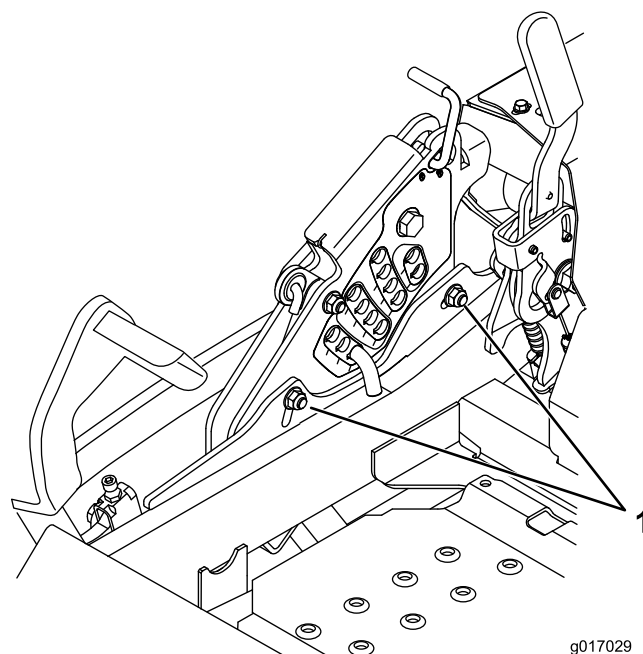

Figura 91
12. Para ajustar el sistema de ajuste de un solo punto, afloje los dos pernos situados cerca del borde inferior de la pletina de altura de corte. Consulte Figura 91.
14. Apriete los dos pernos situados cerca del borde inferior de la pletina de altura de corte (Figura 91). Apriete a 37–45Nm (27–33pies-libra).